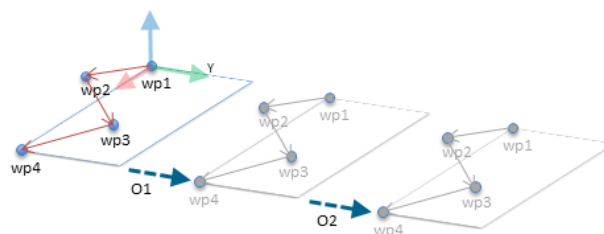

Figure 16.6: 平面フィーチャーへのオフセット適用
*P1* に早退した移動が毎回 *o* のオフセットによって何度も繰り返されます。この例ではオフセットを Y 方向に 10 cm に設定しています (図 16.6、オフセット *O1* および *O2* 参照)。これは、*pose\_add()* または *pose\_trans()* スクリプト機能を使用して可変フィーチャーを操作することで実現できます。